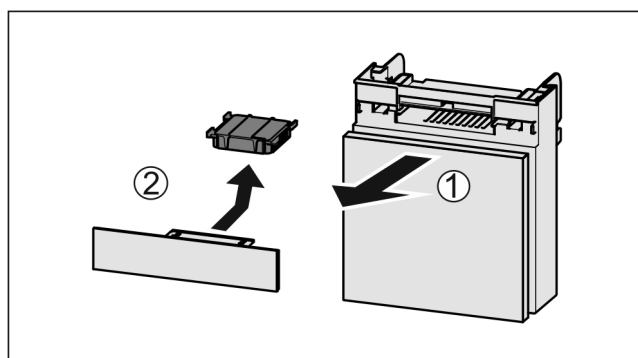

Fig. 82
- ▶ Lade vanaf de voorkant eruit trekken Fig. 82 (1).
- ▶ Actiefkoolfilter verwijderen Fig. 82 (2).